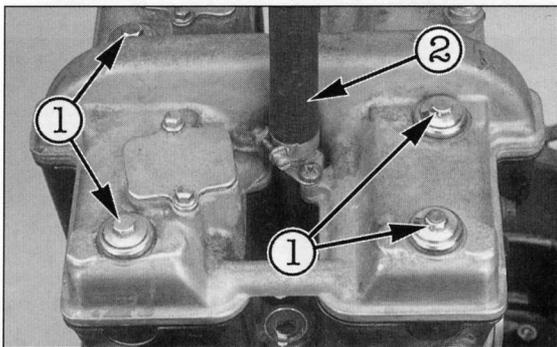
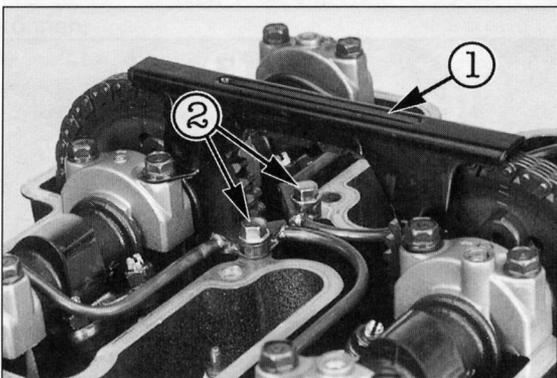

Bild 27
Bild 28
- Kühlmittelschläuche ② Bild 27 am Zylinderkopfdeckel lösen und samt Thermostatgehäuse abnehmen.
- Zylinderkopfdeckelschrauben ① schrittweise über Kreuz ausdrehen. Deckel an rechter Seite etwas stärker anheben und nach hinten abnehmen.
- Befestigungsschrauben ① Bild 28 ausdrehen und Ölleitung ② abnehmen.